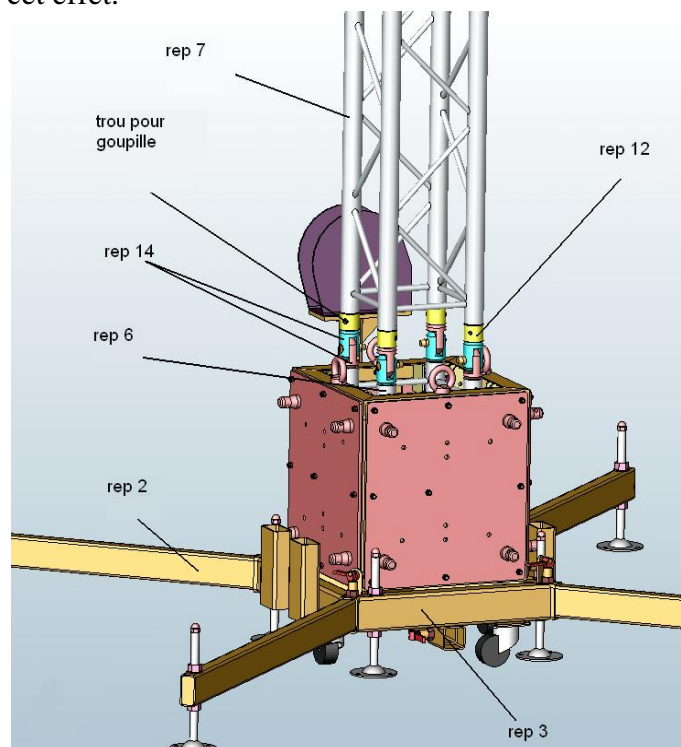

fig.17
b) Verrouiller les 2 charnières restantes (rep 15) du mât 1 (rep 6) avec les manchons femelles (rep 12) du mât 2 (rep 7), (fig.17) à l'aide d'une goupille de sécurité, en la plaçant dans le trou prévu à cet effet.